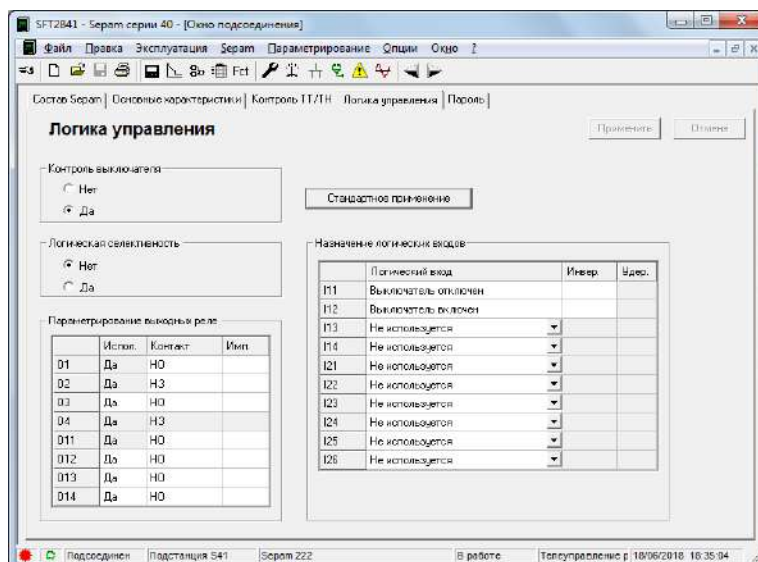

Рисунок 8.5 – Окно «Логика управления»
10. На вкладке «Логика управления» (рис. 8.5) активировать контроль выключателя, тем самым блок начинает контролировать РПО и РПВ, подключенные на выходы I11 и I12, реле О1 отвечает за отключение выключателя. Активировать реле «О3» и «О12». Логическая селективность переводится в положение «Нет».